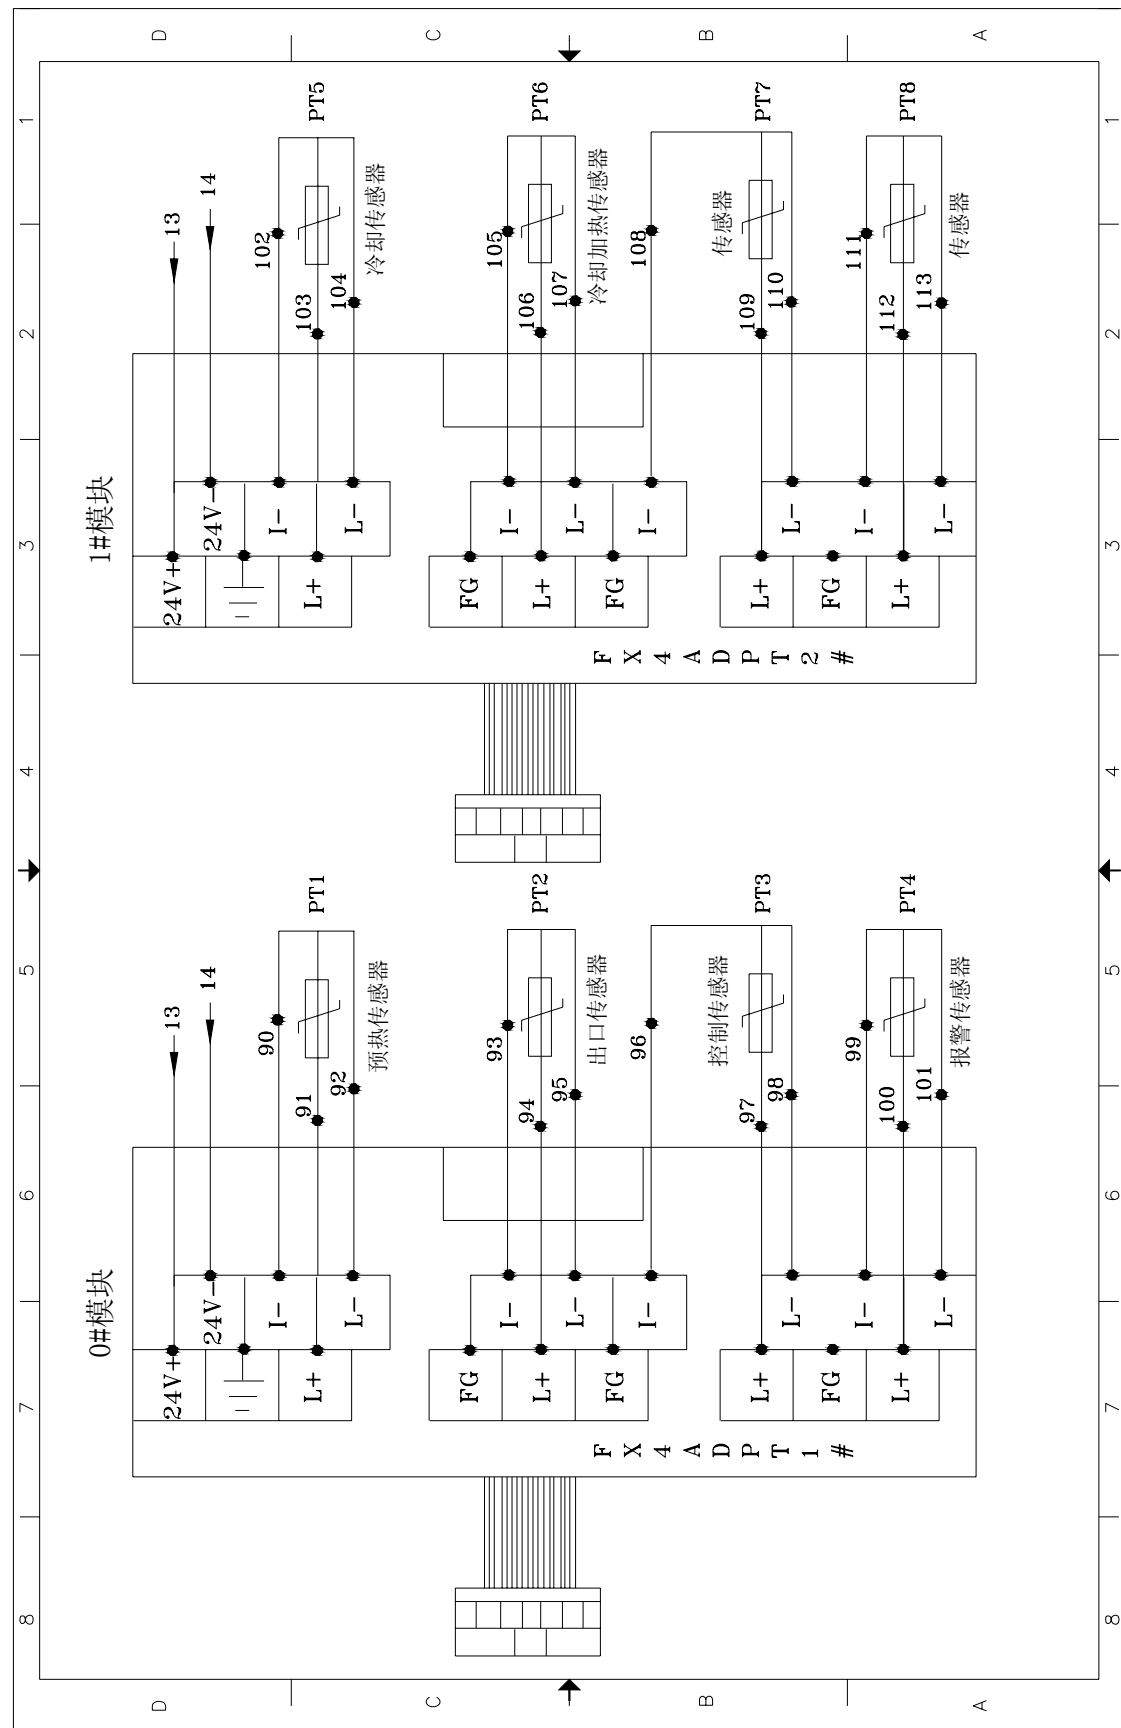

图 10-7 PLC FX4AD-PT0#-1#控制回路
- 10.7 PLC FX4AD-PT0#-1#控制回路（见图 10-7）